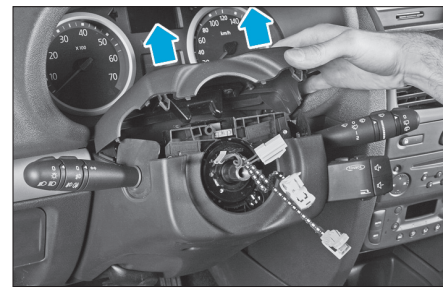

Fig. 20
- la demi-coquille supérieure du combiné (Fig.20),